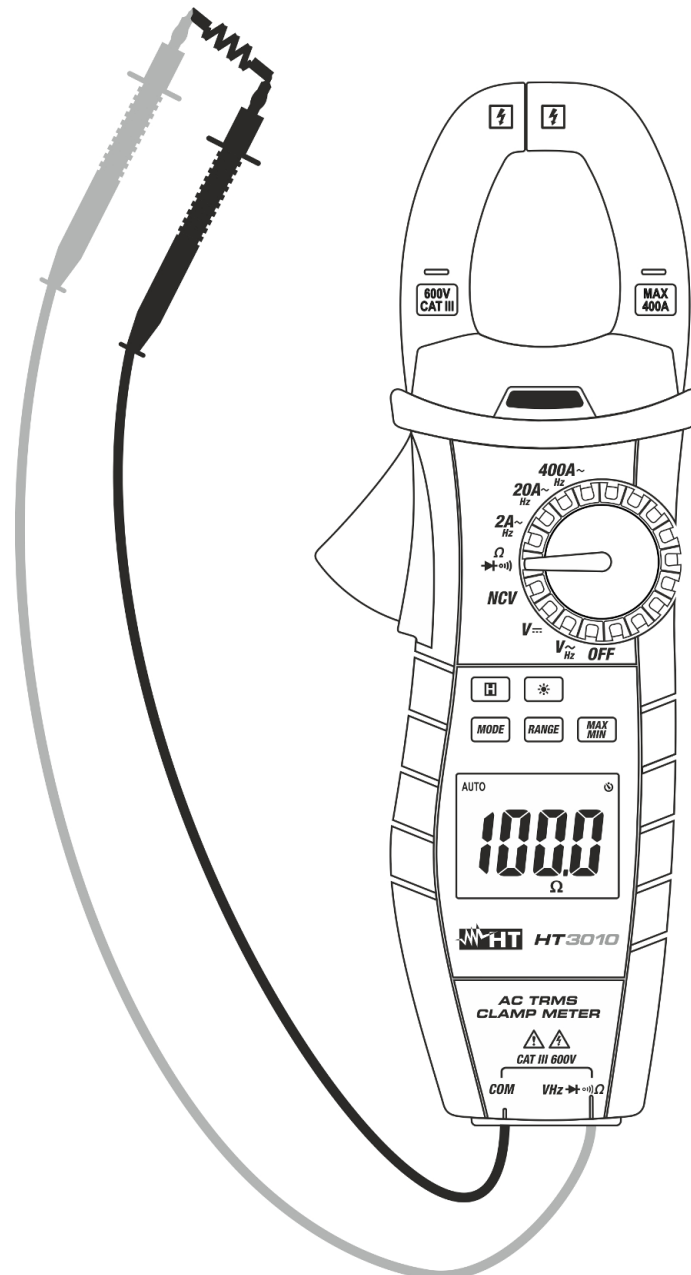

Fig. 6: Uso dello strumento per misura di Resistenza
3. Posizionare i puntali nei punti desiderati del circuito in esame (vedere Fig. 6). Il valore della resistenza verrà visualizzato sul display